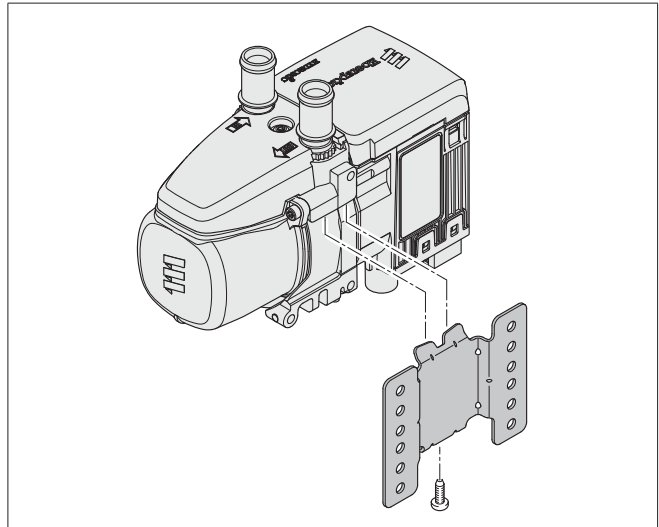

Bild 5
- Heizgerät in Halter einsetzen und mit Schraube M6 x 16, SW T30 am Halter befestigen (Anzugsdrehmoment: 10+1 Nm), siehe Bild 5.